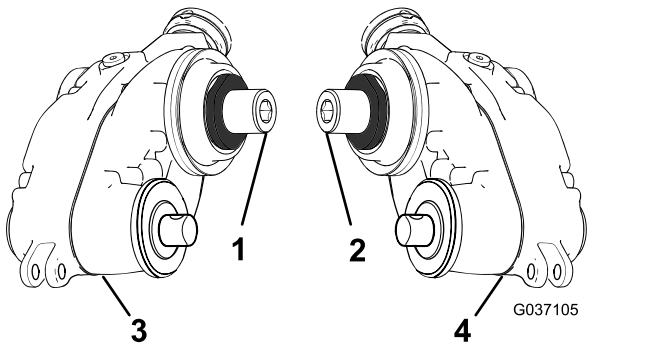

Figura 6
1. Identifique as caixas da transmissão do rastelo esquerdas e as caixas da transmissão do rastelo direitas; consulte Figura 6.